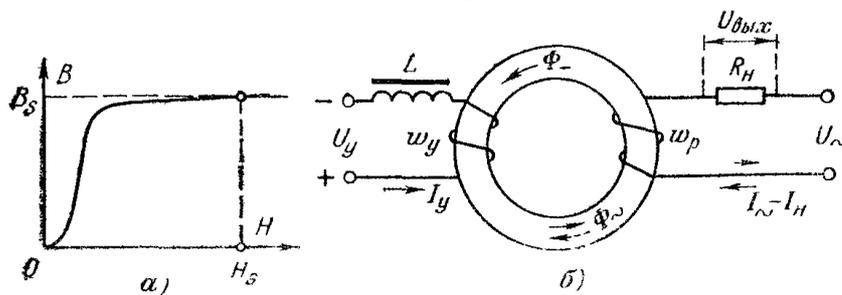

Рис. 1. Простейший дроссельный магнитный усилитель:
4) Магнитные усилители. В простейшем виде магнитный усилитель представляет собой дроссель насыщения переменного тока, в цепь которого последовательно с рабочей обмоткой w_p включено сопротивление нагрузки R_H (рис. 1, б). Выходное напряжение $U_{\text{вых}}$ снимается с нагрузки R_H .
Принцип действия магнитного усилителя основан на использовании явления насыщения ферромагнитных материалов в магнитном поле, т. е. нелинейности их характеристик намагничивания $B=f(H)$ (B – магнитная индукция, H – напряженность магнитного поля) (рис. 1, а).